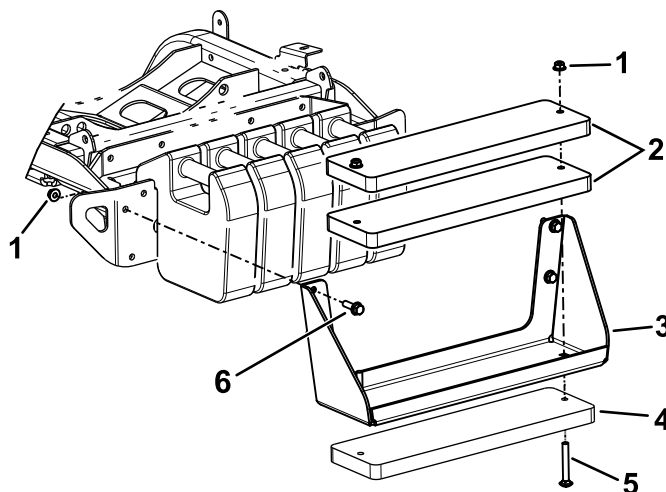

Figura 22
Notă: Consultați Figura 22 pentru acești pași.
- A. Utilizați șuruburile ($\frac{3}{8} \times 4"$) și piulițe ($\frac{3}{8}"$) pentru a fixa cele 3 greutăți la suport (Figura 22).
- B. Utilizați șuruburile și piulițele cu cap hexagonal (incluse în set) pentru a fixa suportul de greutate la mașină (Figura 22).
- A. Îndepărtați suportul pentru greutate de la mașină (Figura 22).
- C. Utilizați șuruburile ($\frac{3}{8} \times 4"$) și piulițe ($\frac{3}{8}"$) pentru a fixa cele 3 greutăți la suport (Figura 22).
- D. Utilizați elementele îndepărtate anterior pentru a fixa la mașină suportul pentru greutate (Figura 22).